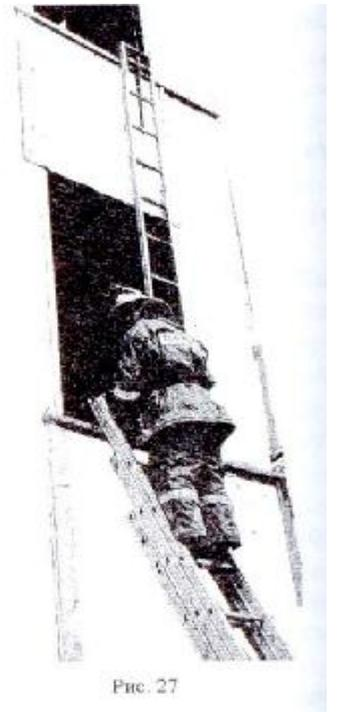

Рис. 27
**7.4.3.** Приняв штурмовую лестницу, пожарный № 1 поднимается с ней до уровня окна 3-го этажа, закрепляется карабином за ступеньку выдвижной лестницы и опускается на одну ступеньку. Затем снимает штурмовую лестницу с плеча, поворачивает крюком над головой, перебирая руками за тетивы, поднимает вверх и подвешивает крюком за подоконник 4-го этажа (Рис. 27). После этого он поднимается на одну ступеньку, открепляет карабин, правую ногу переносит на 1-ю ступеньку штурмовой лестницы, поднимается по ней и переходит в окно 4-го этажа.